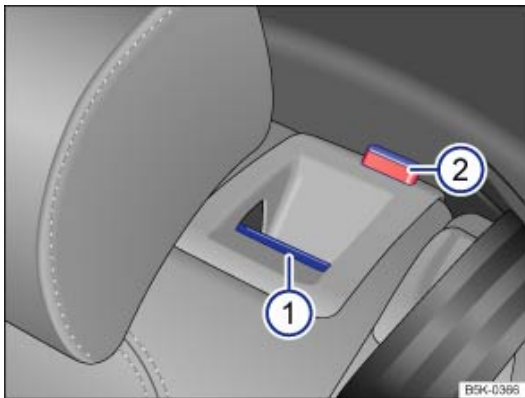

Fig. 71 Dans le dossier de banquette arrière : touche de déverrouillage
- Tirez la touche de déverrouillage ⇒ Fig. 71 ① vers l'avant tout en basculant le dossier de siège arrière vers l'avant.
La partie correspondante du dossier de siège arrière est déverrouillée lorsque le repère rouge ⇒ Fig. 71 ② est visible.
- Le repère rouge sur la touche de déverrouillage ne doit plus être visible ⇒ Fig. 71 ②.